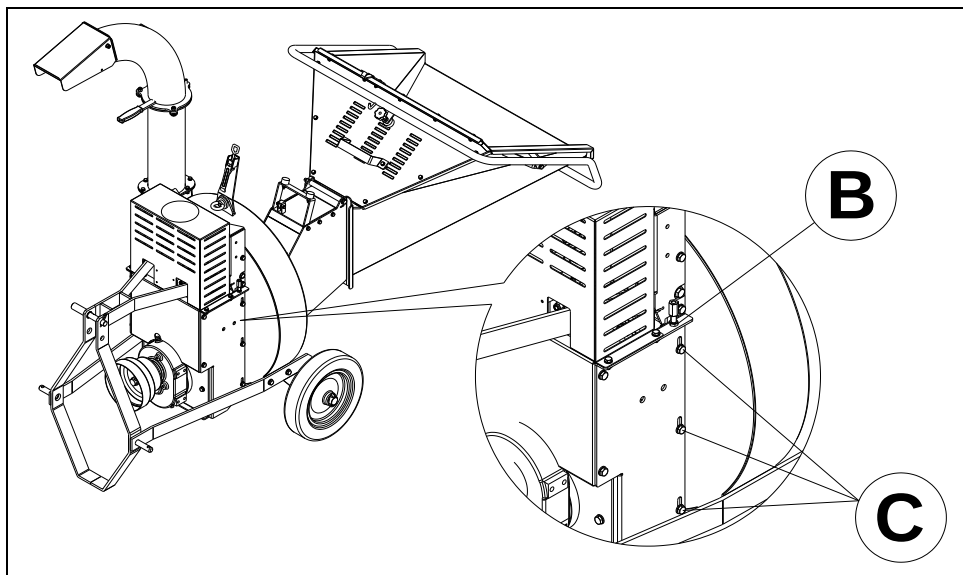

Fig. 29
- Desserrer les vis **C** du bâti du moteur (fig. 29).
- Desserrer la vis du tendeur **A** pour régler la tension des courroies (fig. 29).